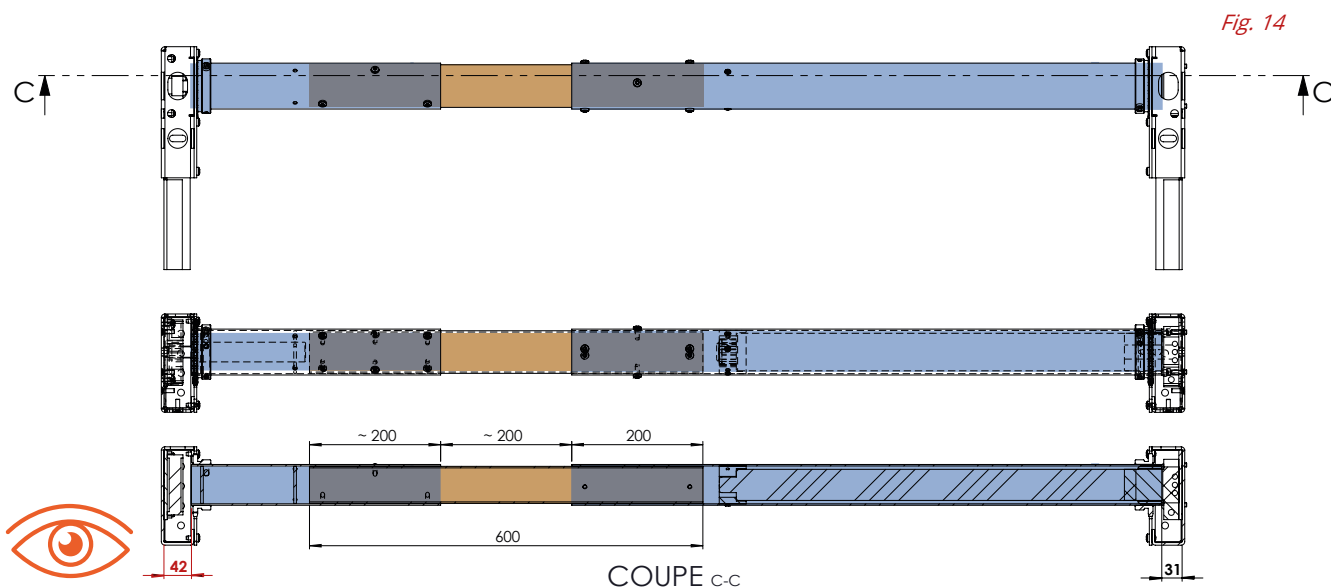

Fig. 14
**3 / VÉRIFIER QUE LA DISTANCE ENTRE L'EXTRÉMITÉ DE L'ARBRE ET DU PALIER EST BIEN DE 42 MM DU CÔTÉ OPPOSÉ AU MOTEUR (FIG. 14)**
**4 / VERROUILLER LES DEUX PARTIES DE L'ARBRE : PERCER LE MANCHON À L'EMPLACEMENT DES TROUS DE L'ARBRE (CÔTÉ OPPOSÉ MOTEUR) ET PASSER LES VIS AUTOFORMEUSES DU MANCHON DANS LES TROUS DE L'ARBRE. EN POSITION FINALE, LA PARTIE VISIBLE DU MANCHON DEVRAIT L'ÊTRE SUR 200 MM (FIG. 14)**